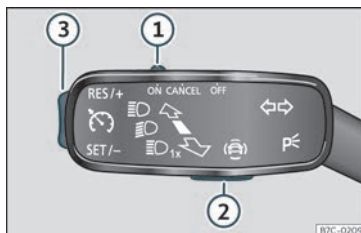

Fig. 157 No manípulo dos indicadores de mudança de direção: botões para utilizar o limitador de velocidade.
» » » Fig. 157 ②, a seguir, selecione mediante a rodinha direita do volante multifunções no menu do painel de instrumentos e pressione a rodinha para confirmar a seleção.
- Desloque o comando»» Fig. 157 ① para a posição **ON** e pressione a tecla ②.
- Durante a velocidade, pressione o botão »» Fig. 157 ③ na zona **SET/-**.
Pode ajustar-se a velocidade com o botão »» Fig. 157 ③:
- Desloque o comando»» Fig. 157 ① para a posição **OFF**.
Se deseja desativar temporariamente o limitador de velocidade, p. ex., para ultrapassar, desloque o comando»» Fig. 157 ① para a posição **CANCEL** ou pressione o botão ②.
programada anteriormente pressionando o botão»» Fig. 157 ③ na zona RES/+.